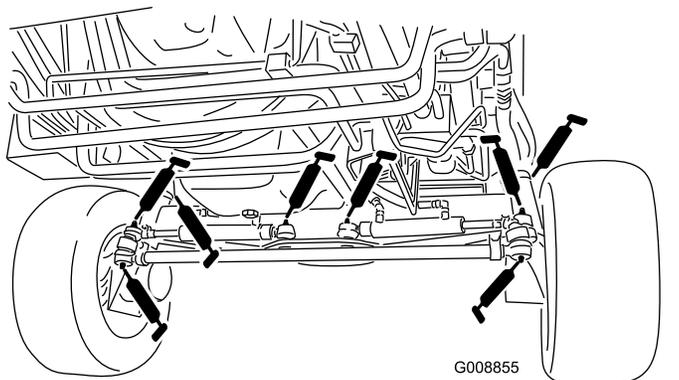

図 70
- ステアリングシリンダのボールジョイント 4ヶ所 図 70
- タイロッドのボールジョイント2ヶ所 図 70
- キングピンのブッシュ2ヶ所 (図 70)